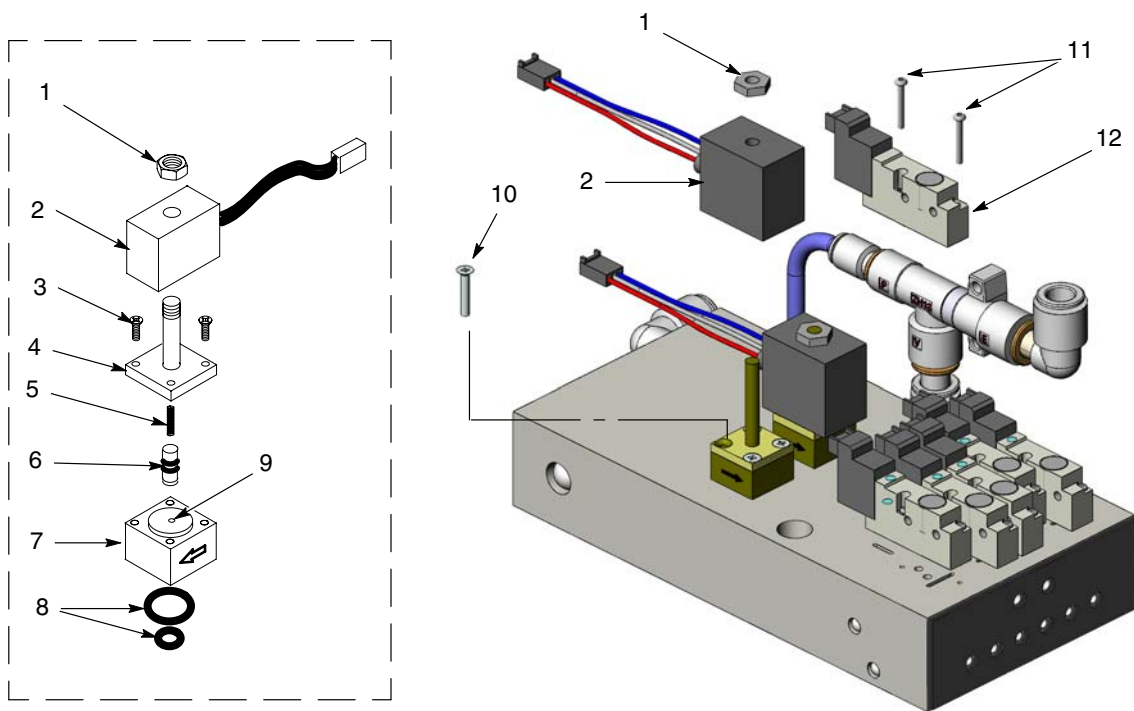

Figure 29 Réparation du distributeur
1. Voir la figure 29. Retirer l'écrou (2) et la bobine (2) du régulateur de débit.
2. Retirer les deux longues vis (10) pour pouvoir retirer le régulateur de débit du distributeur.
Voir la figure 29. Retirer le régulateur en retirant l'écrou (1), la bobine (2) et les vis longues (10).
Voir la figure 29. Pour démonter les électrovannes, retirer les deux vis (11) dans le corps de valve et soulever l'électrovanne (12) du distributeur.